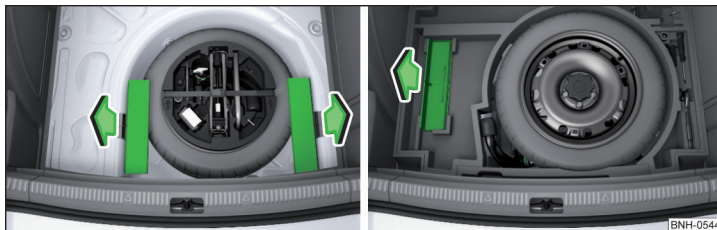
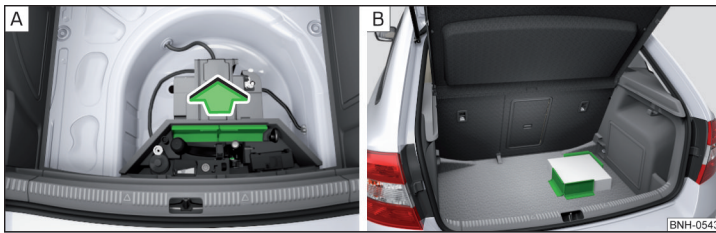

Fig. 109 Scoaterea elementelor Cargo: Varianta 1/varianta 2
Fig. 110 Scoaterea elementelor Cargo: Varianta 3 / Exemplu de fixare a încărcăturii
- Pentru **utilizare**, scoateți elementele Cargo în sensul săgeților » fig. 109 și » fig. 110 - [A].
- Fixați încărcătura prin intermediul elementelor Cargo pe cât posibil în apropierea locurilor din spate » fig. 110 - [B].